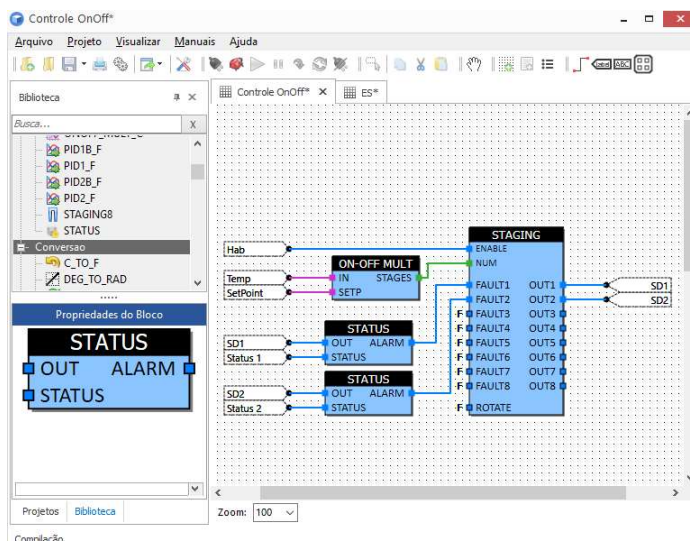

Figura 17
- Conecte as duas entradas digitais, uma em cada entrada "status" do bloco "STATUS"; (Figura 17)